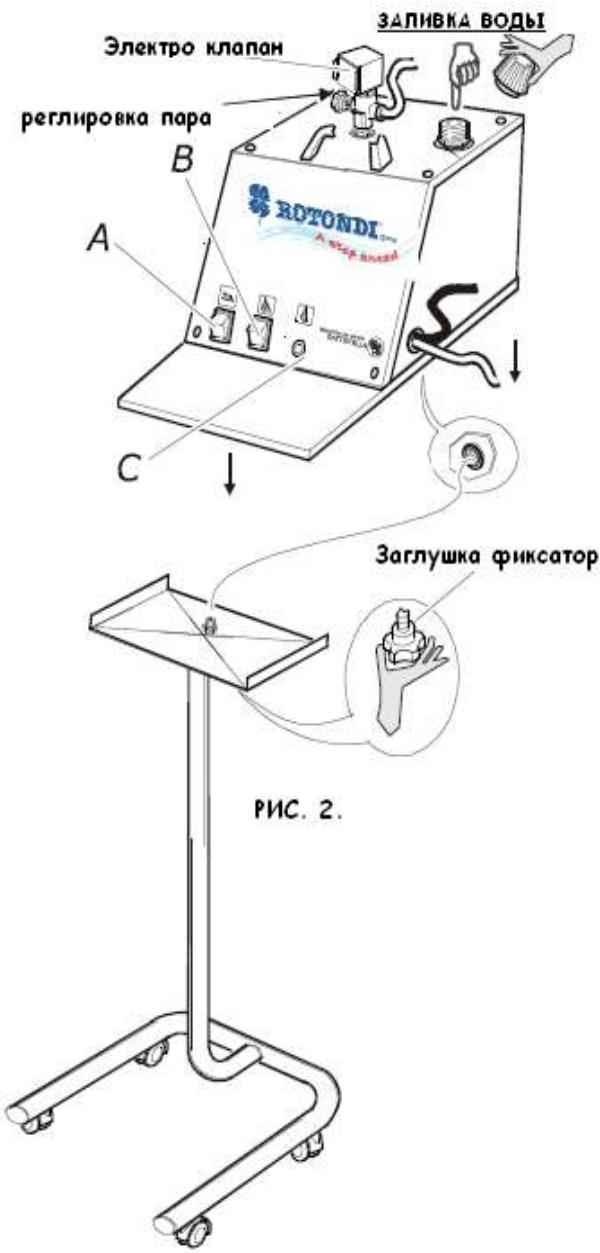
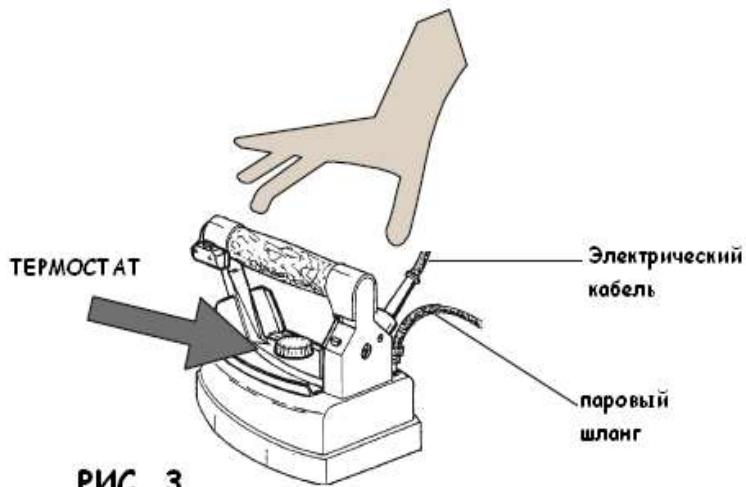

РИС. 2.
РИС. 3
1. Открутите Аварийный клапан (рис.1) и заполните котёл водой (рис.2) на 2/3 объёма бойлера. Далее обратно заверните аварийный клапан, но не слишком туго, поскольку прокладка может повредиться.
3. Включите бойлер (рис.2 В) и утюг (рис.2А), установите термостат утюга (рис.3) в положение «Cotton» (Хлопок).
4. Подождите до тех пор, пока лампа работы котла не выключится (рис.2 С)
вентиля электроклапана(рис.2).
4. Для сухой глажки (см. рис. 3) утюг можно отрегулировать в различные положения при помощи термостата. Для глажки с паром устанавливайте термостат в положение “cotton” или “linen”.
5. Если вы работаете на доске без функции «вакуумного отсоса», иногда могут образовываться круглые пятна конденсата. Что бы обойти эту проблему, положите войлок под рабочее место и отрегулируйте колесико электроклапана на минимум.(рис.2)
Для этого выключите питание парогенератора, и не много погодя выкрутите аварийный клапан (рис.1)на 360° ,затем ждите пока пар не выйдет полностью. Отвинтите клапан с осторожностью, и подождите несколько минут. Затем заполните котёл водой на $2/3$ объёма (рис.2). Закрутите аварийный клапан и ждите, пока лампочка бойлера не потухнет. (Рис.2 С) Теперь устройство снова готово к работе. Внимание! Парогенератор всегда должен быть в горизонтальной плоскости.